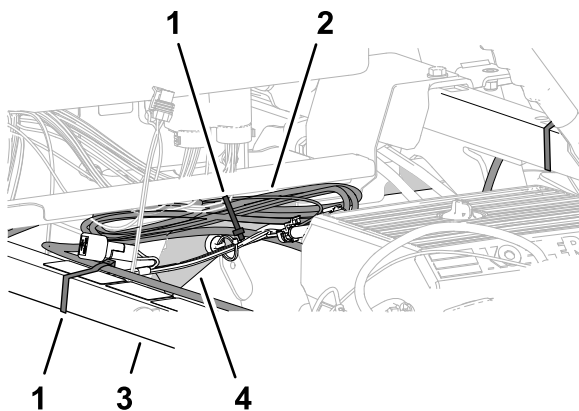

Рисунок 213
1. Соберите излишнюю длину жгута проводов передачи данных, прикрепив его к правой верхней трубе рамы (Рисунок 213).
2. Выровняйте жгут проводов передачи данных относительно опорной трубы амортизатора и прикрепите его к трубе с помощью кабельной стяжки (Рисунок 213).
3. Выровняйте жгут проводов передачи данных относительно правой верхней трубы рамы и прикрепите связку жгута проводов к трубе рамы с помощью кабельной стяжки (Рисунок 213).